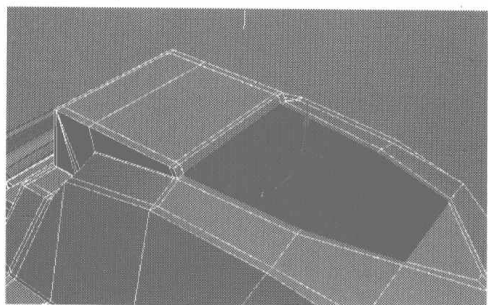
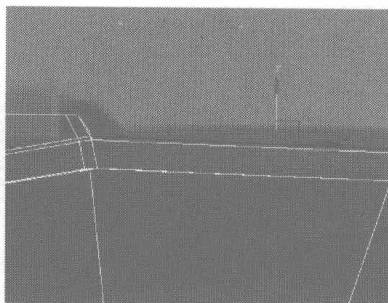
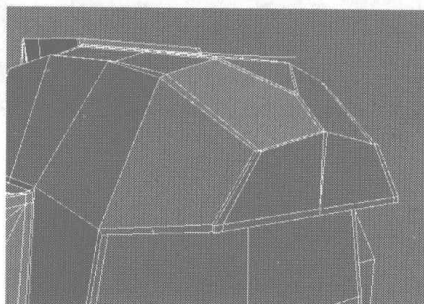

图 6.246
图 6.247
图 6.248
- 11** 选择如图 6.246 所示的面，在 Left 视图中沿 Y 轴向上移动面，如图 6.247 所示。再调整闪光灯后面的边线，如图 6.248 所示。